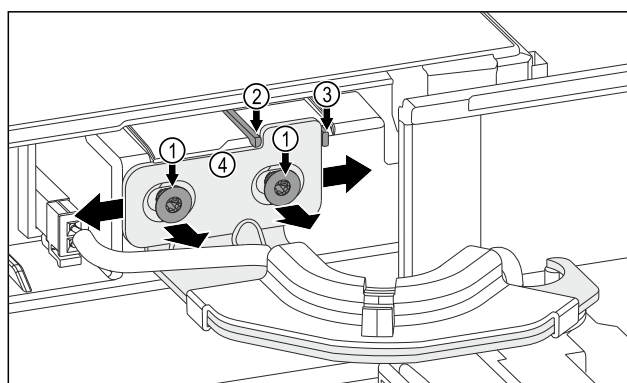

Fig. 12
- ▶ Desserrer les deux vis Fig. 12 (1).
- ▶ Pousser la porte vers la droite : retirer le bouton de fixation Fig. 12 (3).
- ▶ Pousser la porte vers la gauche : retirer le bouton de fixation Fig. 12 (2).
- ▶ Position finale de la porte atteinte : serrer les deux vis Fig. 12 (1).